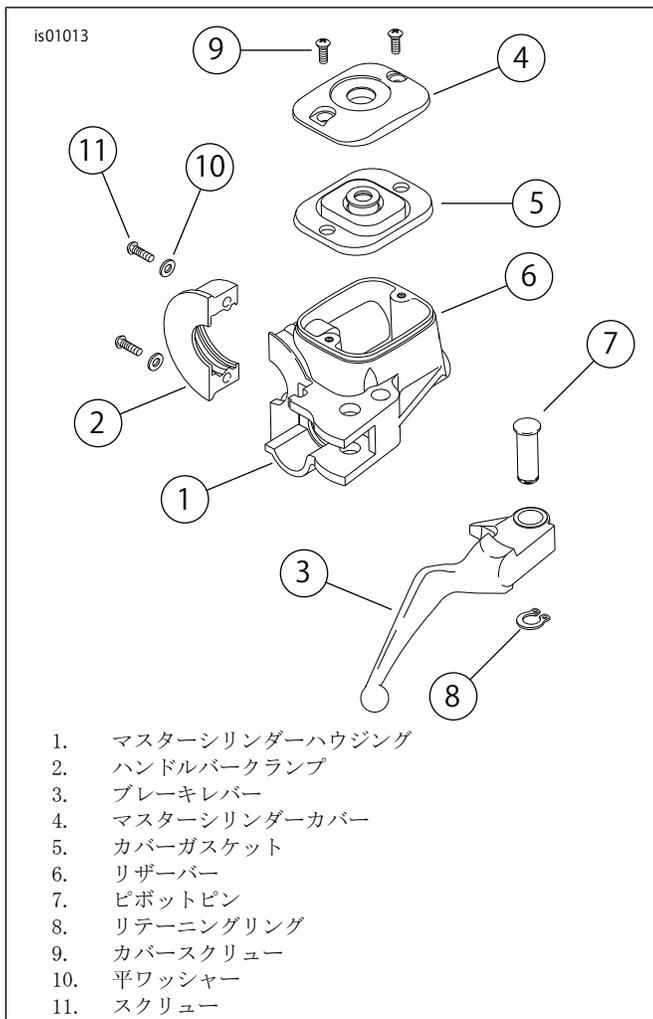

図8。ブレーキマスターシリンダー/リザーバー
- 「図8」を参照してください。ハンドルパークランプをマスターシリンダーアセンブリー(1)に固定している2本のスクリュー(11)と平ワッシャー(10)を取り外し、クランプ(2)を取り外します。再度取り付ける時に使用できるよう、ワッシャーを保管します。人差し指でバンジョーボルトを取り外した穴をふさぎ、マスターシリンダー/リザーバーとブレーキレバーアセンブリーをハンドルパークランプから取り出して、作業台かその他の清潔な作業エリアに置きます。
- 「図8」を参照してください。マスターシリンダーアセンブリーのブラケット部分にブレーキレバーを正しく設置し、ピボットピンの穴をレバーブラケットの穴に合わせます。ピボットピンを頂部から取り付け、軽く叩いて所定の位置に設置します。